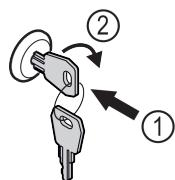

Fig. 105
- Пъхнете ключа Fig. 105 (1).
- Завъртете го на 90° по посока на часовниковата стрелка Fig. 105 (2).